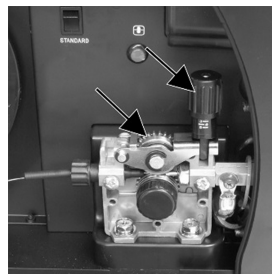

Figure 15.
7. Bloquez le rouleau de pression supérieur et exercez une pression moyenne au moyen du bouton de réglage de tension (Fig. 15).